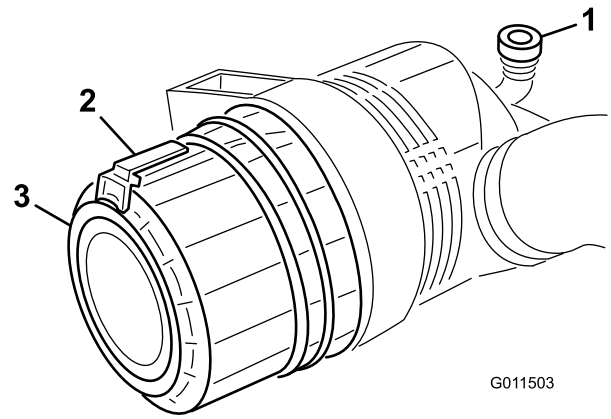

Figura 53
1. Tire hacia fuera del enganche y gire la tapa del limpiador de aire en el sentido contrario a las agujas del reloj (Figura 53).